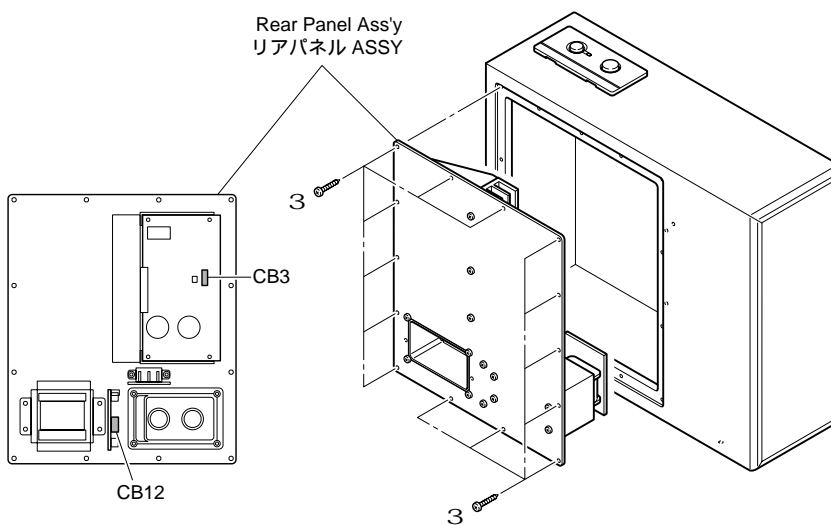

Fig. 3
- Remove 14 screws (3). (Fig. 3)
- * Screws (3) are identified with arrow marks (◀).
- Pull out the Rear Panel Ass'y. (Fig. 3)
- Remove CB3 and CB12. (Fig. 3)
- のネジ14本を外します。(Fig. 3)
- リアパネルASSYを引き出します。(Fig. 3)
- CB3、CB12を外します。(Fig. 3)